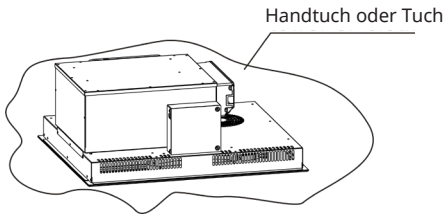

Abbildung 1
2. Legen Sie ein Handtuch oder Tuch auf den Tisch. Legen Sie das Glas mit der Vorderseite nach unten auf die geschützte Oberfläche (siehe Abbildung 1).